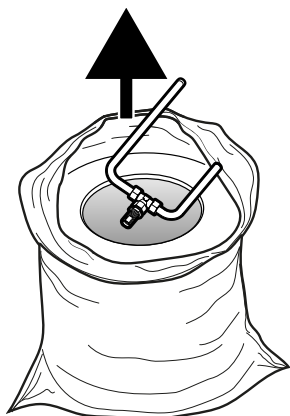

Fig. 30
8. Retire la boquilla de soplado del cartucho del filtro (**Fig. 30**) para volver a montarla en el nuevo filtro del cartucho.